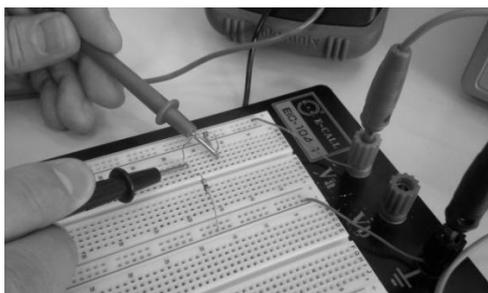

Figura 2: Montagem do circuito em *protoboard* e procedimento de medição.
Dicas: veja como montar e medir tensões no circuito com o multímetro portátil através do exemplo ilustrado na **Figura 2**, abaixo. Utilize a fonte de tensão contínua (DC) disponível para alimentar o circuito. Leia o **item 4 da Introdução Teórica** e consulte o manual da fonte para obter maiores detalhes e cuidados a serem tomados com esse equipamento.